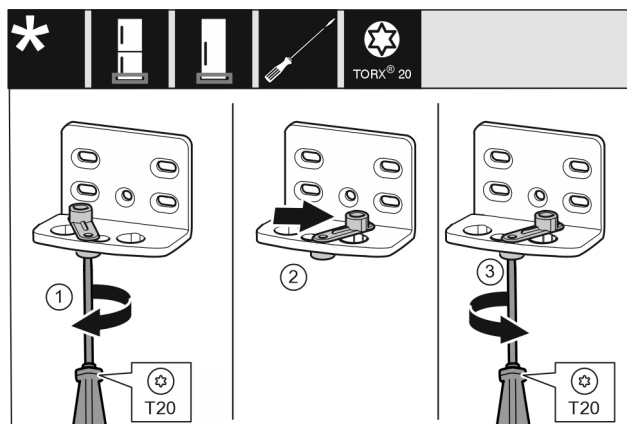

Fig. 13
- Skrutkovačom T20 voľne zaskrutkujte skrutku. Fig. 13 (1)
- Pomôcku na zatváranie dverí zdvihnite a otočte o 90° doprava v otvore. Fig. 13 (2)
- Skrutkovačom T20 pevne zaskrutkujte skrutku. Fig. 13 (3)